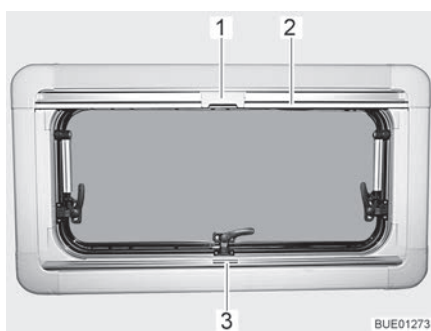
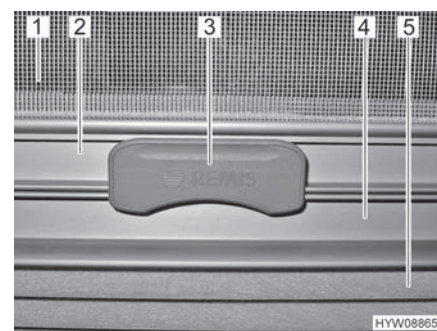

Fig. 33 Finestra apribile
Fig. 34 Aggancio
La tendina oscurante pieghevole (Fig. 34,5) è montata nella cassetta inferiore.
- Afferrare la tendina oscurante pieghevole per la parte centrale della barra di presa (Fig. 33,3 e Fig. 34,4), tirarla dal basso verso l'alto e rilasciarla nella posizione desiderata. La tendina oscurante pieghevole rimane in questa posizione.
Zanzariera a rullo La zanzariera a rullo (Fig. 34,1) è montata nella cassetta superiore.
- Tirare la zanzariera a rullo accompagnandola con la barra di presa (Fig. 33,2 e Fig. 34,2) verso il basso, fino a quando la barra di presa non arriva a contatto con la tendina oscurante pieghevole (Fig. 34,4).
- Bloccare l'aggancio (Fig. 33,1 e Fig. 34,3) della zanzariera a rullo nella barra di presa della tendina oscurante pieghevole. Se l'aggancio risulta bloccato, la tendina oscurante pieghevole e la zanzariera a rullo possono essere spostate insieme.
- Premere in alto l'aggancio (Fig. 34,3) sulla zanzariera a rullo.
- Ricondurre lentamente la zanzariera a rullo accompagnandola con la barra di presa (Fig. 33,2).